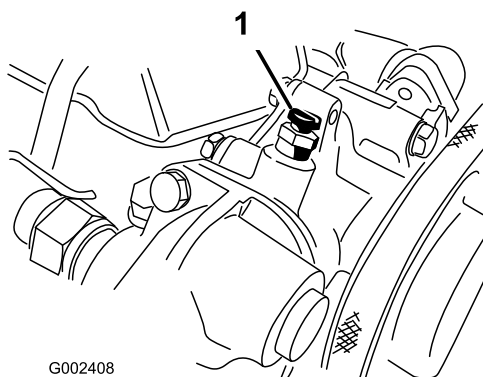

Figure 65
6. Ouvrez la vis de purge en haut de la pompe à eau (Figure 65).